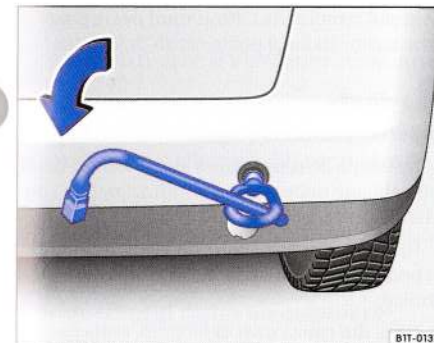

Fig. 60 În bara de protecție dreapta spate: Înșurubarea inelului de remorcare.
Filetul pentru înșurubarea inelului de tractare se găsește în partea dreaptă din spate, în bara de protecție ⇒ fig. 60. Pentru a avea acces la filetul, trebuie să se ridice capacul. Utilizați o cheie de roată sau un alt obiect adecvat, cu care să înșurubați inelul de remorcare în locașul său.
- Înșurubați inelul ferm în gaura filetată ⇒ fig. 60.